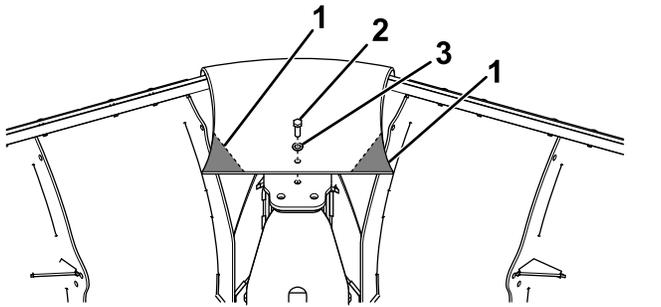

Bild 9
14. Bohren Sie ein Loch mit 9,5 cm Durchmesser durch die Lamellen und befestigen Sie diese an der Oberseite des mittleren Pflugabschnitts mit einer Schraube ($\frac{1}{2}$ ") und einer Unterlegscheibe ($\frac{1}{2}$ "), wie in **Bild 9** dargestellt.
15. Kürzen Sie die inneren Ecken der mittleren Lamelle so, damit keine Einschränkung mit der Pflugbewegung auftreten kann (**Bild 9**).